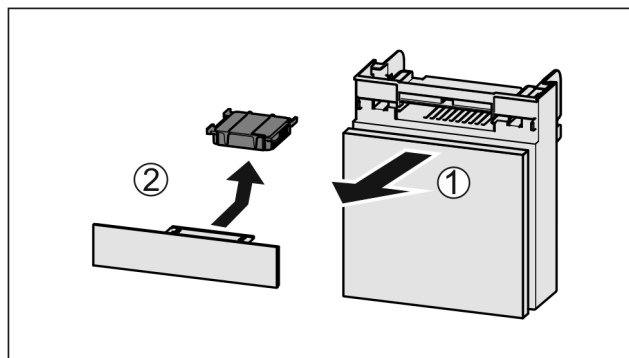

Fig. 52
- ▶ Estrarre il vano tirando in avanti Fig. 52 (1).
- ▶ Rimuovere il filtro a carboni attivi Fig. 52 (2).